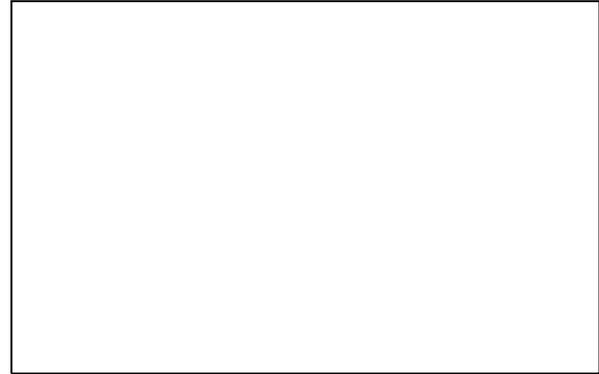

Fig. 26
3. As duas aberturas de saída têm de estar abertas 37,5 mm (Fig. 26).
Verifique a distância entre o dedo do agitador e a parede da tremonha. O dedo do agitador tem de estar paralelo em relação à parede da tremonha e a uma distância de $27 + 1$ mm (Fig. 26).
Verifique a distância entre o dedo do agitador e a parede da tremonha. O dedo do agitador tem de estar paralelo em relação à parede da tremonha e a uma distância de 27 + 1 mm (Fig. 26).